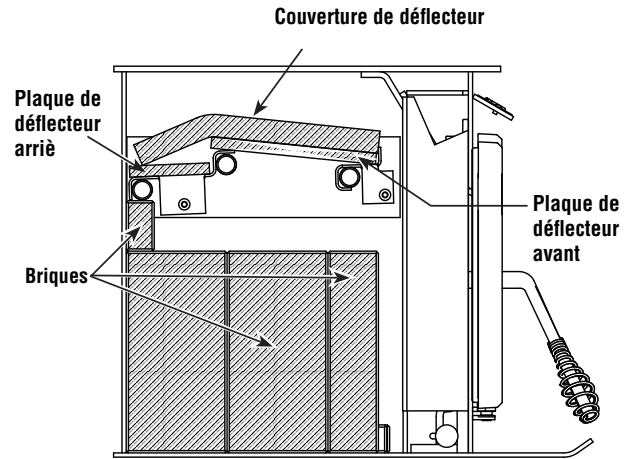

Figure 16A
4. La dernière étape de l'installation de la plaque de déflecteur et de la couverture de déflecteur consiste à installer les plaques de déflecteur avant. Les plaques de déflecteur avant sont les deux plus grandes plaques de déflecteur de l'ensemble de quatre plaques de déflecteur. Elles sont installées avec la dimension 7-3/8 po de l'avant vers l'arrière de la boîte à feu. Commencer par poser l'arrière de la plaque sur le déflecteur arrière en s'assurant qu'il est placé suffisamment à l'arrière pour le lever et l'engager sur le déflecteur avant. Ensuite placer le bord avant des plaques de déflecteur avant au-dessus du déflecteur avant et les glisser vers l'avant de la boîte à feu jusqu'à ce qu'elles buttent contre le bord du déflecteur avant. Répéter avec chaque plaque de déflecteur avant, une du côté droit de la boîte à feu et l'autre du côté gauche de la boîte à feu. Confirmer que la couverture de déflecteur est directement au-dessus des plaques de déflecteur et qu'elle ne dépasse pas du déflecteur avant ou des plaques de déflecteur avant comme illustré à la **Figure 16A** (voir aussi la remarque ci-dessus).